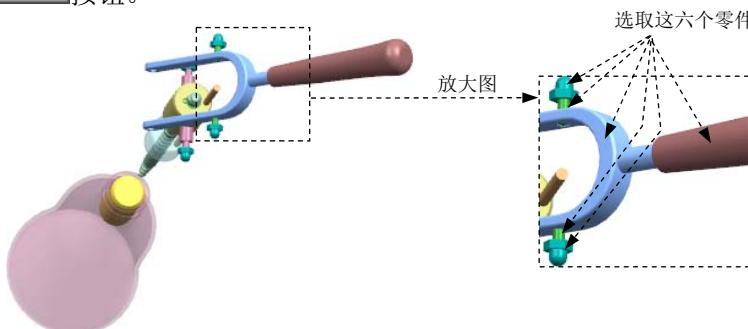

图 10.7.4 定义连杆 L003
(3) 定义连杆 L003。在“连杆”对话框中取消选中  **固定连杆** 复选框，隐藏连杆 L002 和两个连杆，如图 10.7.4 所示；选取图 10.7.4 所示的六个零件为连杆 L003，在“连杆”对话框中单击 **应用** 按钮。